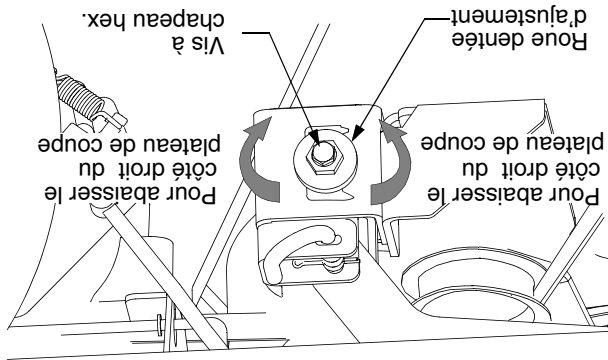

Figure 31
- Desserrez (sans l'enlever) la vis à chapeau hex. du support d'accrochage droit du plateau de coupe. Voir la Figure 31.